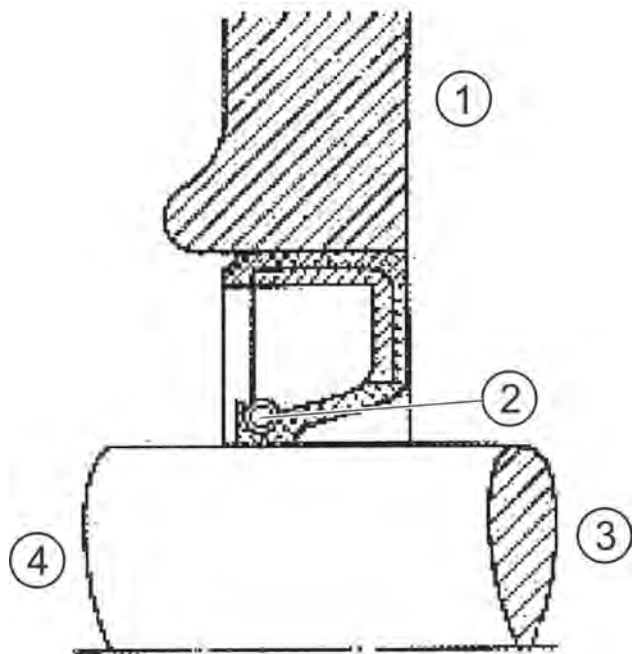

Рисунок 6: Монтажная позиция радиального уплотнения без упора
8. Если в посадочном отверстии нет бортика или стопорного кольца под уплотнение (например, в рядном моторе на стороне глушителя), уплотнение монтируют в упор на торцевой поверхности (рис. 6 и 7).